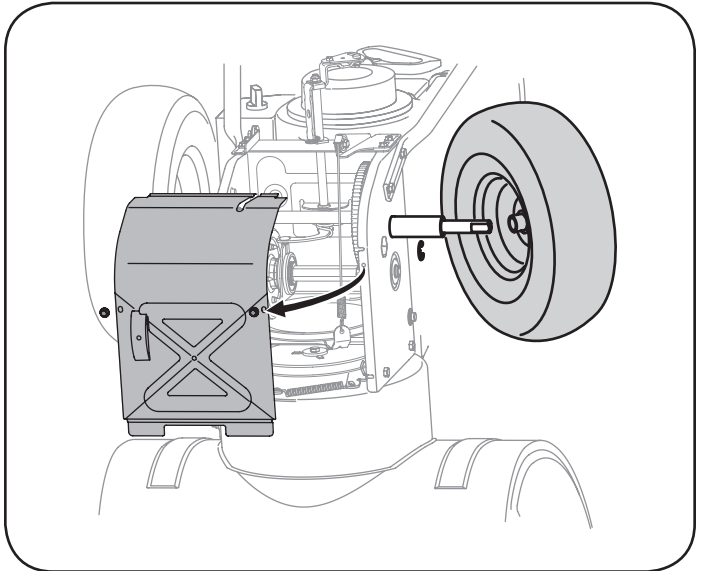

Figura 32
5. Retire la rueda derecha quitando el tornillo y la arandela de campana que la aseguran al eje. Vea la Figura 32.